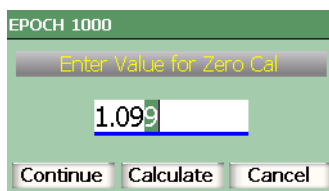

图 3-24 对话框示例
1. 参见第 77 页的图 3-24 中所示的对话框示例，按 **[LEFT]**（向左）或 **[RIGHT]**（向右）箭头键，将光标调到参数值中所需修改的数字上。